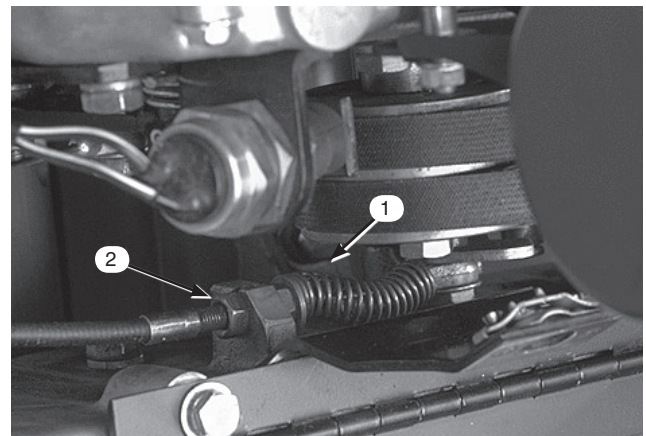

図43
2. V ベルト・カバーを固定しているリテーナをゆるめて、カバーを開ける (図43)。
3. 走行ケーブルの前ジャム・ナットをゆるめ、後ジャム・ナット (図43) を締めてケーブルの張りを出し、1.4 ~2.3 kgの力でブレーキがつかないようにする。力の計測はレバーのノブの部分で行う。ブレーキ・バンドが締めりっぱなしにならないよう注意すること。